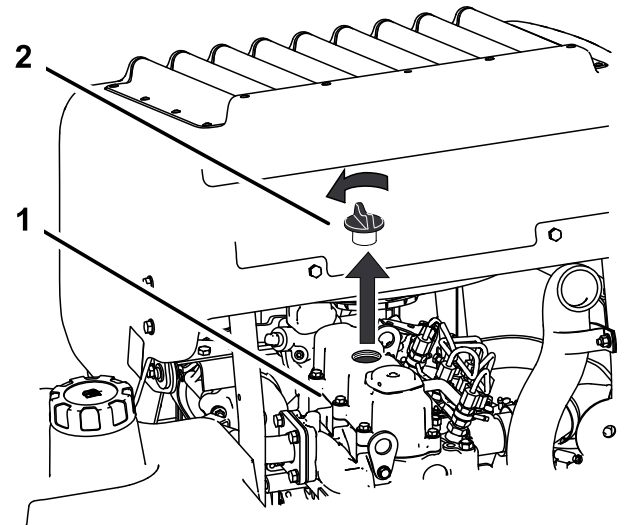

Figure 62
6. Retirez le bouchon de remplissage d'huile en haut du moteur (Figure 62).
2. Enlevez le bouchon de remplissage et la jauge (Figure 62).